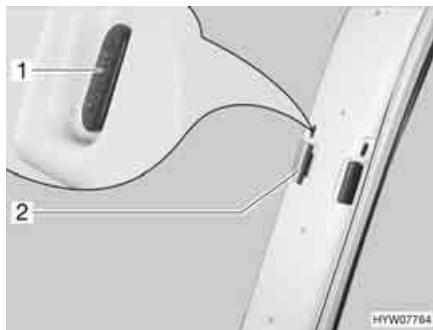
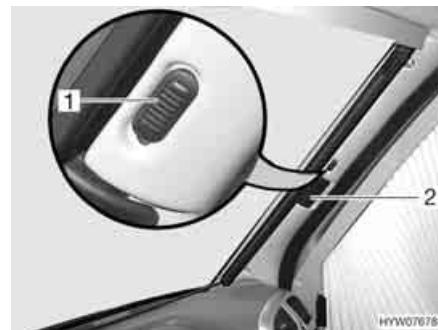

Fig. 21 Tendine oscuranti pieghevole per il parabrezza (classe B, classe S)
Fig. 22 Tendine oscuranti pieghevole per il parabrezza (Camp, Tramp)
- Tirare verso l'esterno le due metà della tendina oscurante pieghevole del parabrezza per la maniglia (Fig. 21,2 e Fig. 22,2) fino all'arresto.
- Spingere il bottone di bloccaggio (Fig. 21,1 e Fig. 22,1) in basso.